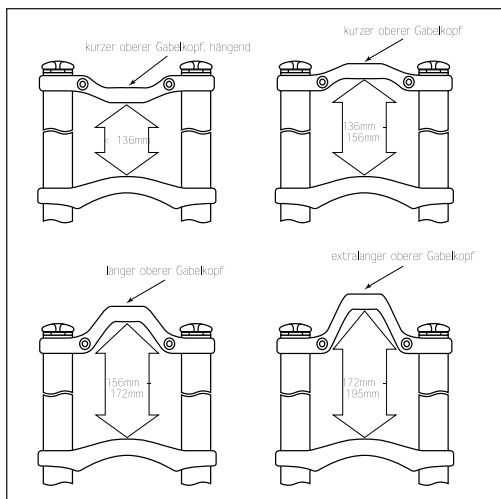

Fig. 2
2. Bevor Sie die Judy XLC am Fahrrad montieren, überzeugen Sie sich, daß die Gabel mit dem richtigen oberen Gabelkopf geliefert worden ist. Auf Abb. 2 sehen Sie die verschiedenen oberen Gabelköpfe, die es für die Judy XLC gibt. Dort sehen Sie auch, wie Sie die Verwindungsteife der Gabel optimieren können, indem Sie den oberen Gabelkopf richtig auswählen und richtig ausrichten.